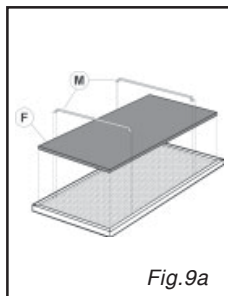

Fig.9a
Enlevez les fitres à charbon panneaux (F) et les arrêtes (B) qui se trouvent sur les filtres à graisse (Fig.9a - 9b).